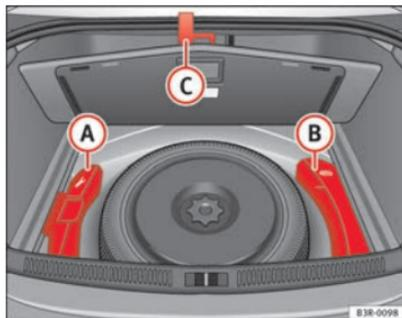

Fig. 176 Caixa de ferramentas e macaco
As ferramentas de bordo (A) e o macaco (B) ⇒ fig. 176 encontram-se no porta-bagagens, debaixo da superfície de carga.
- Prenda a pega (C) na junta do porta-bagagens.